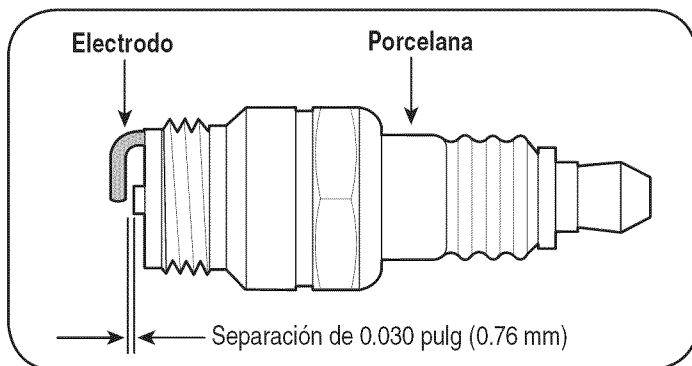

Figura 15
2. Saque e inspeccione la bujía. Verifique la separación para asegurarse de que está fijada en 0.030". Vea la Figura 15.